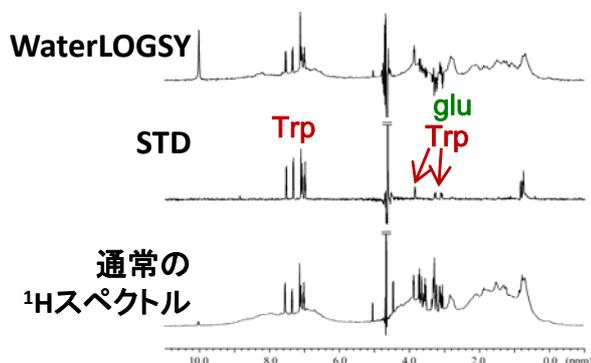

図1 WaterLOGSY法とSTD法の比較:ヒト血清アルブミン(HSA)とトリプトファン(Trp)複合体のNMR
- ▶ ヒト血清アルブミン(HSA)とトリプトファン(Trp)の複合体の通常の1H NMRスペクトルに対するWaterLOGSY法及びSTD法によるスペクトルを図1に示します。
- ▶ WaterLOGSY法では、タンパク質によるシグナルは十分には消去できていませんが、結合しないグルコースのシグナルは下向きになります(図1上)。
- ▶ STD法では、タンパク質によるシグナルは効率よく消去され、結合したトリプトファンのシグナルをより鮮明に確認することができます(図1中)。